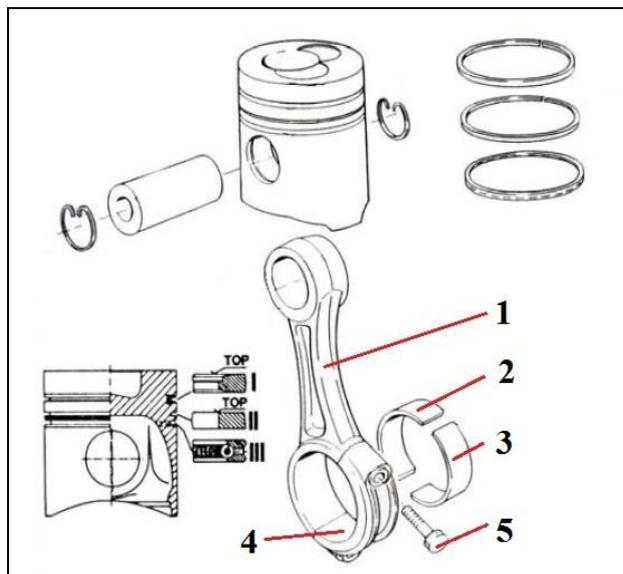

Рис. 67. Установка поршневой группы
4.2. Установка шатунно-поршневой группы (см.рис.67).